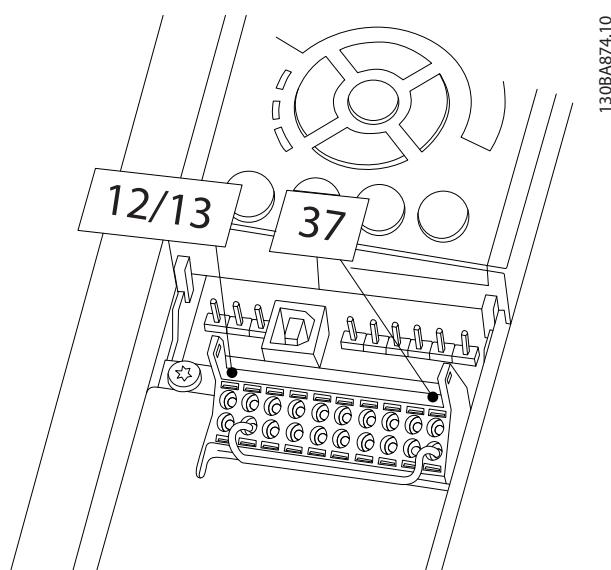

图 2.1 端子 12/13 (24 V) 与 37 之间的跳线
- 取下端子 37 与 12 或 13 之间的跳线。仅断开该跳线还不足以避免短路。（请参阅 图 2.1 中的跳线。）